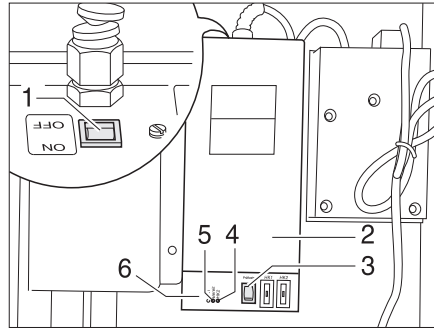

Fig. 114 Transformateur avec régulateur
Le transformateur 230 V AC/12 V DC (Fig. 114,2) est, suivant le modèle, monté dans la penderie ou dans la banquette de la dinette.
- Le voyant de contrôle (Fig. 114,5) s'allume en vert : Régulateur en marche
- Les voyants de contrôle (Fig. 114, 4 et 6) s'allument en rouge : Les conduites des eaux usées sont chauffées
Un bouton-poussoir de contrôle (Fig. 114,3) est intégré dans le boîtier, ce bouton permet d'enclencher brièvement le régulateur. En appuyant sur le bouton-poussoir de contrôle, vous pouvez tester le fonctionnement du chauffage, même si la température ambiante est supérieure à 5 °C.
- Placer l'interrupteur (Fig. 114,1) du transformateur (Fig. 114,2) sur "ON".
- Placer l'interrupteur (Fig. 114,1) du transformateur (Fig. 114,2) sur "OFF".